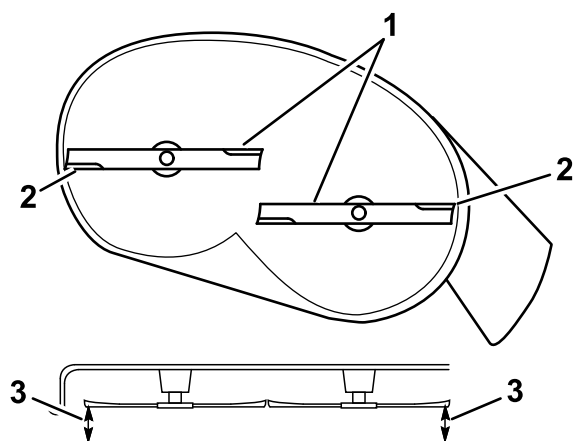

Figura 65
- Meça entre as extremidades de corte exteriores e a superfície plana (Figura 65).